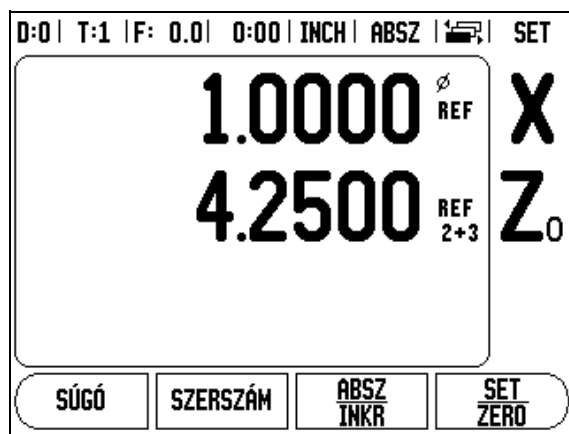

Fig. II.4 Z párosítás engedélyezése
- ▶ Nyomja meg az egység hátulján lévő jeladó bemenetre vonatkozó számbillentyűt. Nyomja meg a + vagy a - funkciógombokat a második bemenet elsődleges történő párosításához. A bemenet számai a tengelycím mellett jelennek meg, jelezve, hogy az a pozíció egy párosított pozíció (pl.: "2 + 3"). Lásd Fig. II.4.
A  $Z_0$  és a Z tengely párosításához, és az eredmény kijelzéséhez a  $Z_0$  ablakban, nyomja meg és tartsa lenyomva a  $Z_0$  gombot körülbelül 2 másodpercig. A Z pozíciók összege a  $Z_0$  ablakban jelenik meg, és a Z ablak elsötétül. Lásd Fig. II.4.